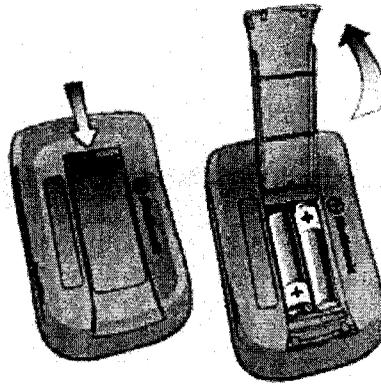

Figura 7.2 Apertura de la tapa del compartimento de las pilas.
1. Abra la tapa del compartimiento de las pilas (Figura 7.2).